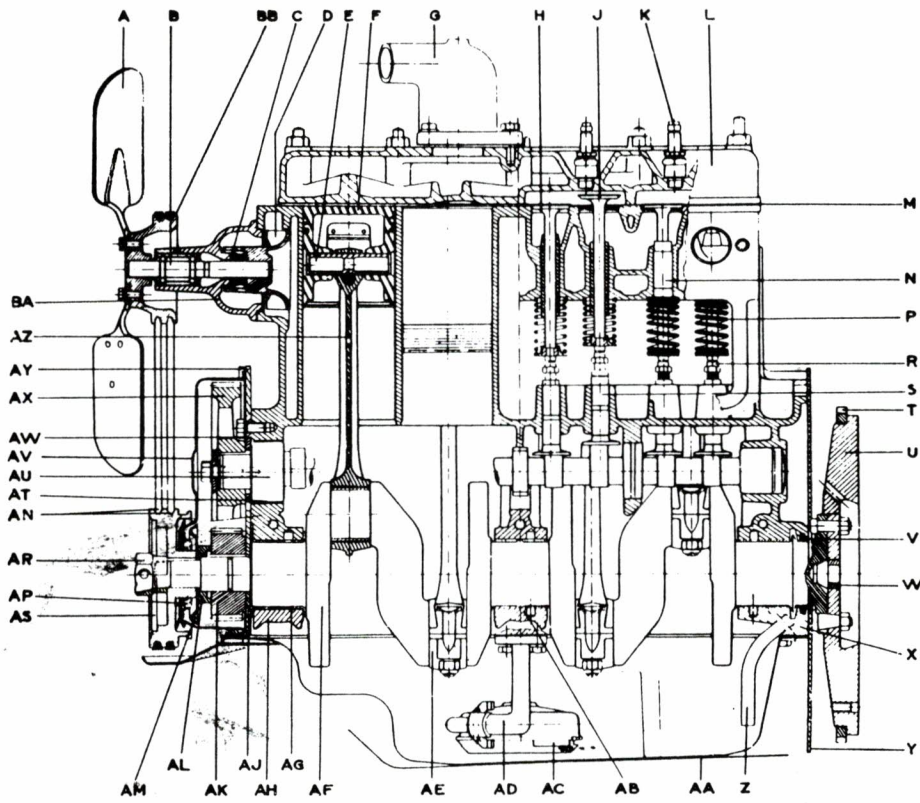

Figure 17. — Moteur (coupe longitudinale)
A. Description (fig. 17 et 18).